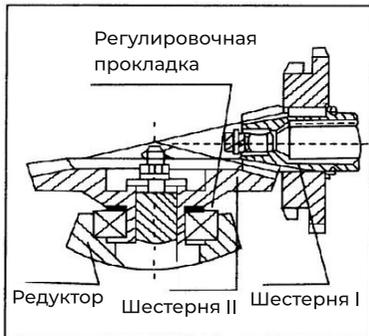

Рис. 8
- 1) Регулировка зазоров конической пары в трансмиссии. (рис. 8)